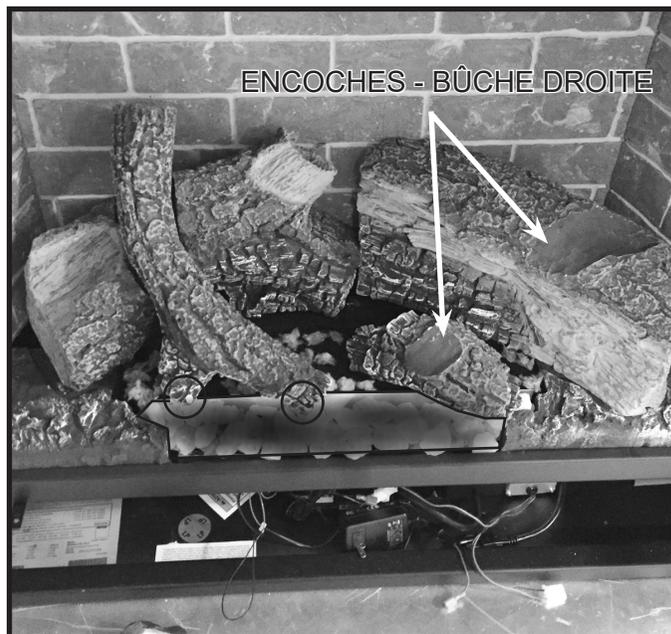

Figure 8. Emplacement de l'encoche de la bûche droite
- Retirez de l'emballage la bûche supérieure droite. Des encoches sont situées sur la bûche arrière droite et la petite bûche du brûleur pour déterminer l'emplacement de la bûche. Placez la bûche dans les encoches comme il est indiqué aux figures 8 et 9.